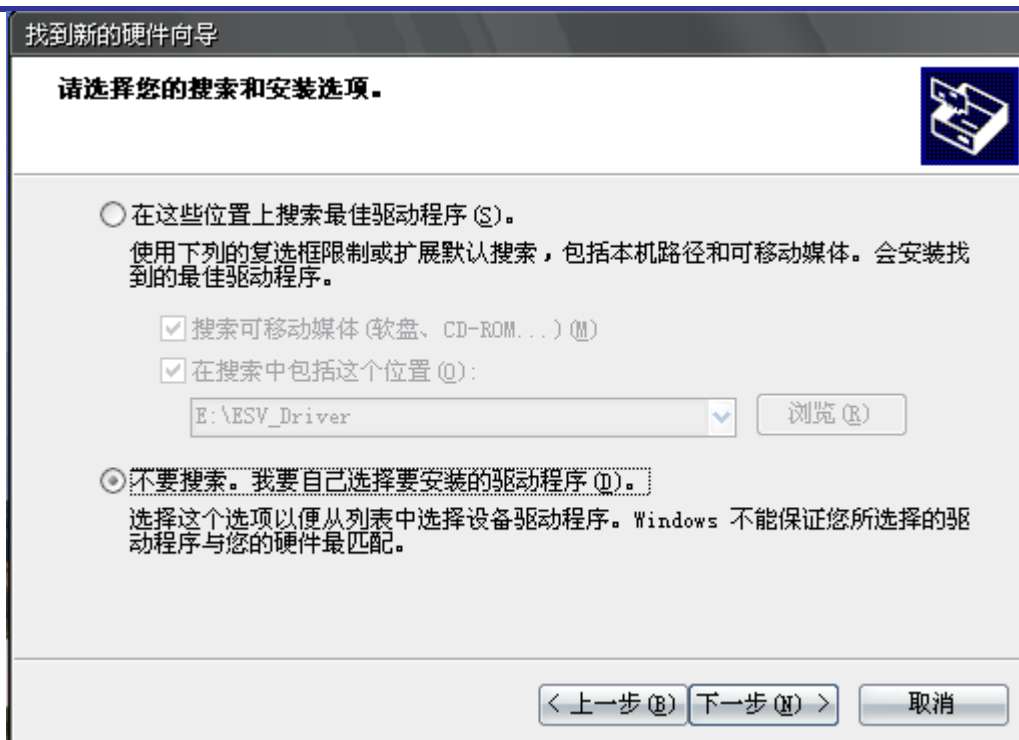

图 2-14 自动或手动查找驱动程序对话框
2) 继第一步操作后出现如图 2-14 所示对话框，点击第二个选项后再点击“下一步”。